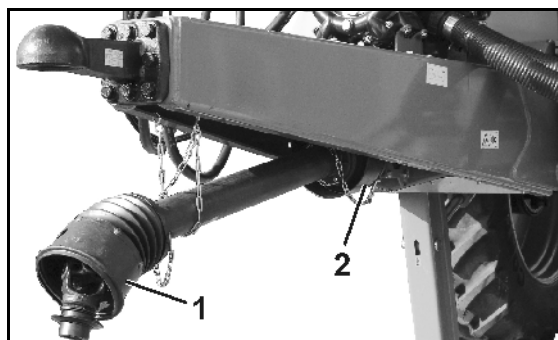

Fig. 11
- Fig. 11/...
- (1) Protecção do veio de transmissão com correntes de retenção
- (2) Cone de protecção do lado da máquina